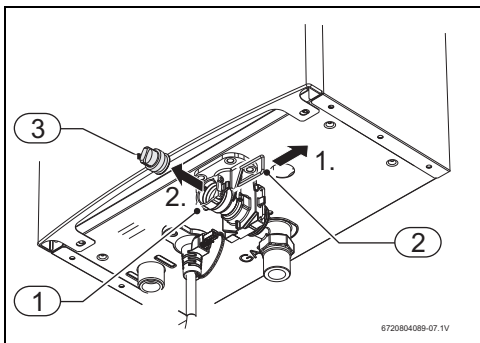

Fig. 10 Tornillo de vaciado
- ▶ No instalar el aparato en lugares cuya temperatura pueda caer debajo del punto de congelamiento (0 °C). En caso de correr peligro de congelamiento, desconectar el aparato y vaciarlo (→ fig. 10).